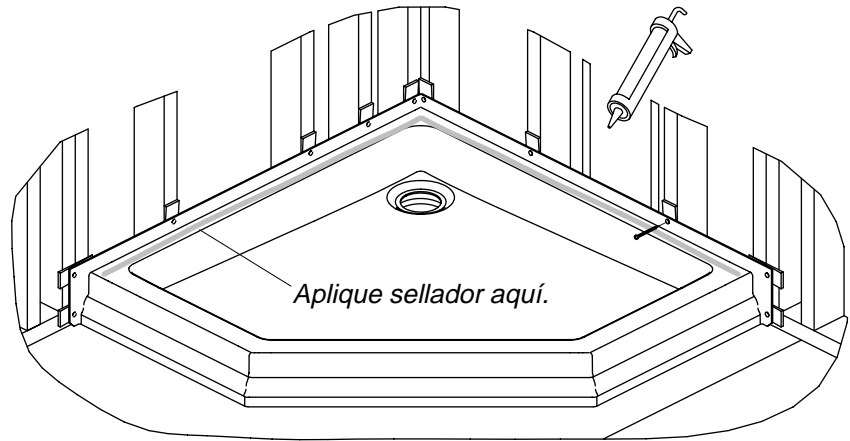

Figura 2
- Acuña la base según sea necesario en cada uno de los postes restantes y termine de clavar la base en los orificios taladrados. (Figura 2)
- Fije listones de empotrar a los postes para asegurar que la instalación del panel mural esté segura y nivelada. (Figura 2)